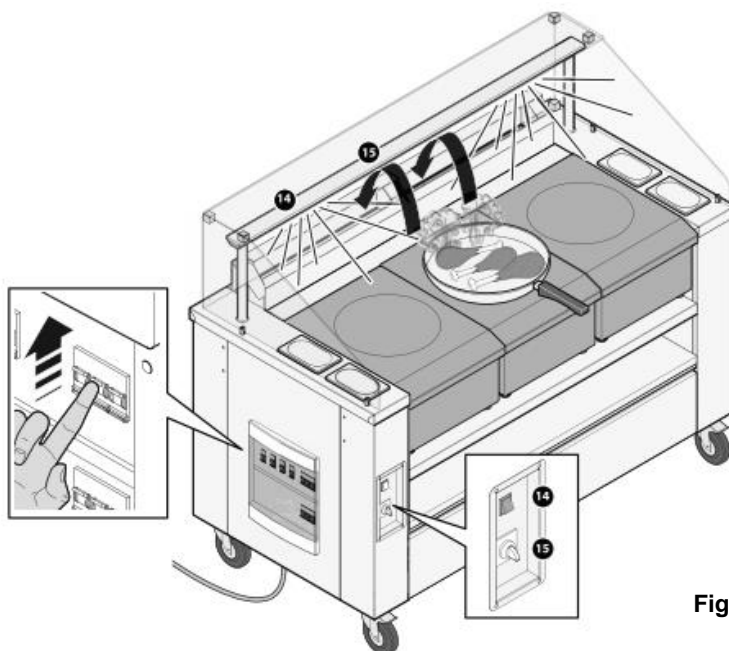

Fig. 14
- Coloque el interruptor de emergencia en la caja de distribución en la posición superior para suministrar la tensión a la estación de cocina y a las tomas de corriente a las que se conectan los aparatos (fig. 14).
- Si resulta necesario, conecte la iluminación LED por medio del interruptor **14** (fig. 14) en el panel de control del aparato.
- En la propia estación de cocina está instalada la ventilación con el sistema filtrante integrado, que garantiza la evacuación de vapores generados por los aparatos conectados. Active el ventilador del aparato por medio del interruptor **15** (fig. 14).